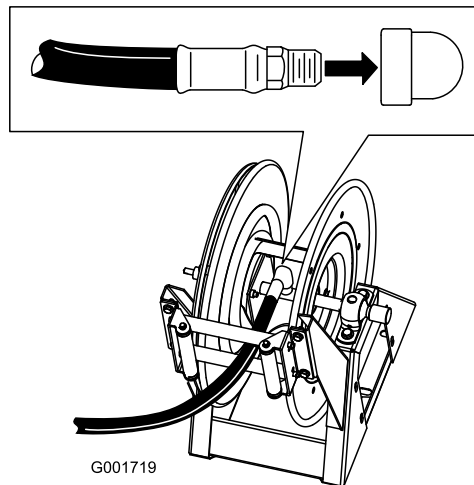

Bild 19
- Wickeln Sie Teflonband um das Gewinde an der Schlaucharmatur am langen Schlauch und setzen Sie die Armatur in das Anschlussrohr an der Trommel ein (Bild 19).